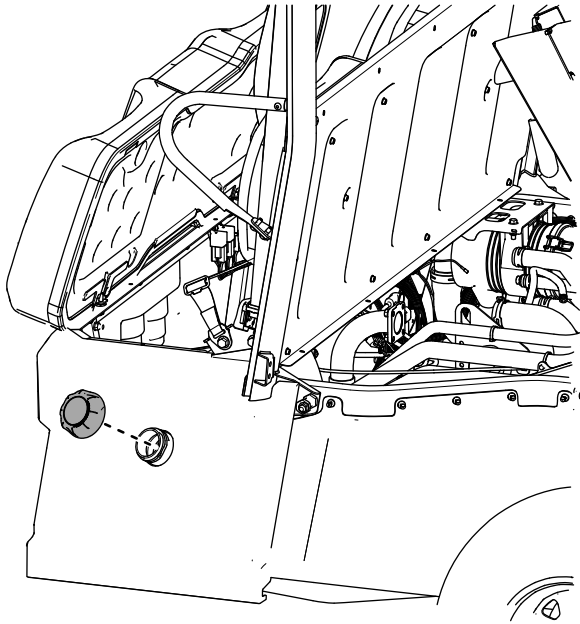

Figura 60
33. Installate il tappo del serbatoio del carburante sul pannello sedile posteriore di sinistra (Figura 60).